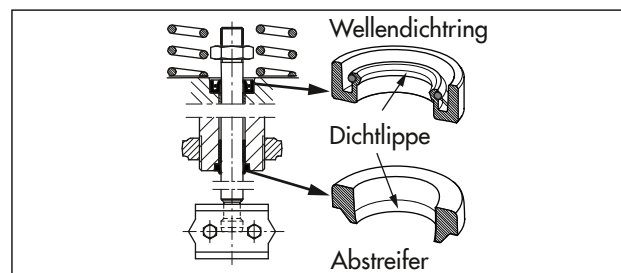

Bild 19: Ausrichtung Wellendichtring und Abstreifer
6. Wellendichtring mit geeignetem Werkzeug montieren. Dabei die korrekte Ausrichtung des Wellendichtrings beachten, vgl. Bild 19.